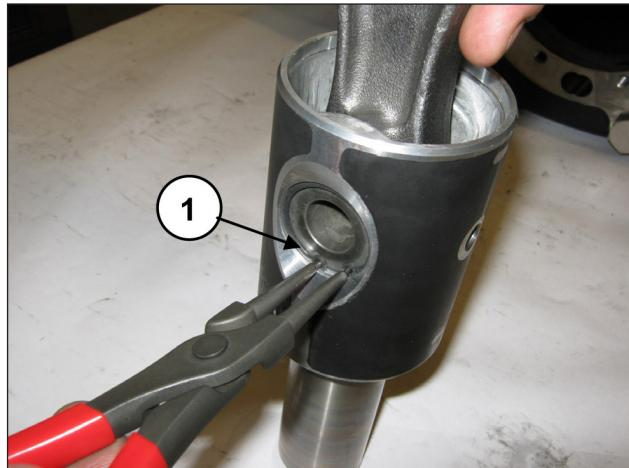

Abb. 37
Entfernen Sie die zwei Seegerringe zur Sicherung des Bolzens (Pos. ①, Abb. 37).
Montieren Sie die zwei Seegerringe zur Sicherung (Pos. ①, Abb. 37).